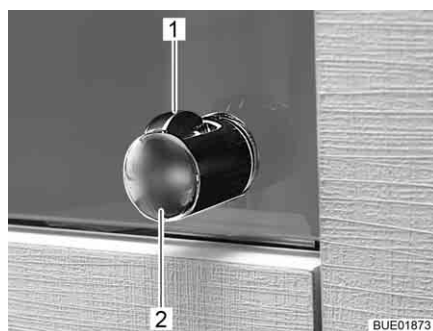

Fig. 44 Poignée avec bouton de déverrouillage
- Enfoncer le bouton de déverrouillage (Fig. 44,1) et le maintenir enfoncé.
- Tirer sur la poignée (Fig. 44,2) jusqu'à ce que l'abattant de placard s'ouvre.